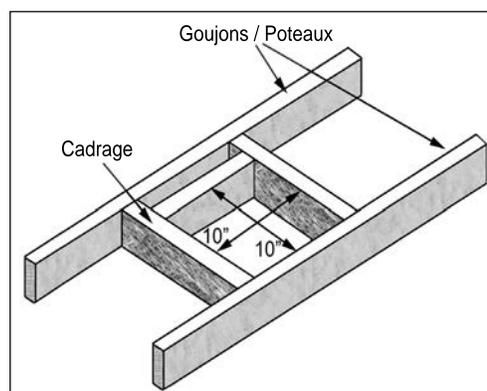

Figure 21. Cadrage d'évent pour mur ou plafond.
Un cadre de 10 po (254 mm) X 10 po (254 mm) (voir la figure 21) assurera un support et un espacement adéquat pour le conduit d'évacuation dans le mur. Les installations au Canada exigent qu'un coupe-feu mural soit utilisé pour passer les conduits dans les murs et les plafonds.
Étape 3. Avec le tuyau dans la position correcte et attaché à la cheminée, marquer le mur 10 pouces (25,4 cm) x 10 pouces (25,4 cm) u n trou carré (voir la figure 21). Le centre du trou doit correspondre à la ligne centrale du tube horizontal. Couper et encadre le trou dans le mur extérieur où l'évent sera. Si le mur est faite de matériaux non combustibles (c'est-à-dire maçonnerie ou béton) une trou de 7 pouces (17,8 cm) est acceptable.